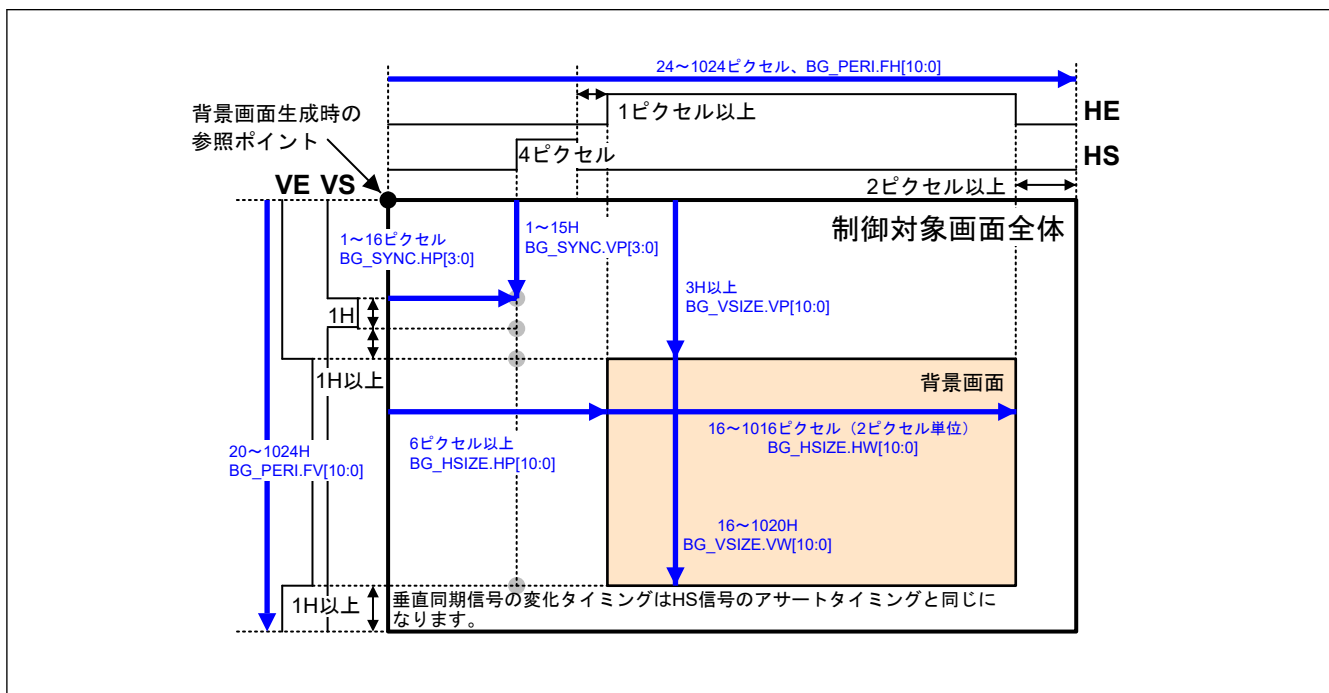
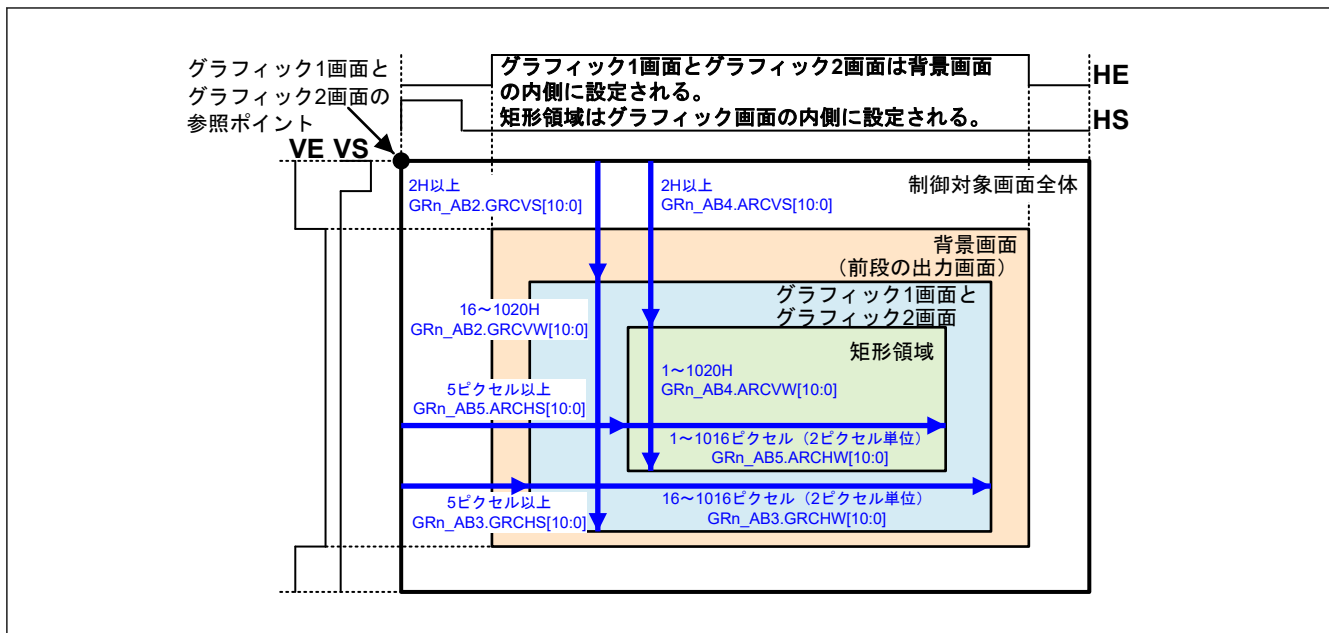

図 49.26 背景画面の定義
図 49.27 グラフィック 1 画面とグラフィック 2 画面の定義
GLCDC の動作に欠かせない各信号は背景画面生成モジュールによって生成され、グラフィック 1 モジュール、グラフィック 2 モジュール、および出力制御モジュールは、順次転送される垂直同期信号と水平同期信号 (VS と HS) および垂直方向と水平方向のピクセルイネーブル信号 (VE と HE) に基づいて動作します。背景画面の参照ポイント (フレーム開始ポイント) は出力信号では決定することができません。図に示すポイントは、レジスタ設定のためにのみ用意した仮想的なものです。グラフィック 1 モジュール、グラフィック 2 モジュール、および出力制御モジュールの参照ポイント (フレーム開始ポイント) は、前段から入力 (または出力) される垂直同期信号 (VS) がアサートされるポイントです。各モジュールは、この参照ポイントに基づく位置と幅に従って、有効ピクセル表示領域とピクセルデータ専用処理領域 (グラフィック 1 とグラフィック 2 の矩形領域) を定義します。背景画面の定義を図 49.26 に示します。グラフィック 1 とグラフィック 2 の定義を図 49.27 に示します。出力制御モジュールは、(VE と HE がどちらも 1 の場合) 前段 (グラフィック 2) から出力される有効ピクセル領域全体に対する補正を行います。(出力制御モジュールに補正対象領域を設定するためのレジスタは用意されていません。) 出力制御モジュールにある TCON ブロックは、内部垂直同期信号と内部水平同期信号 (VS と HS) に基づいて出力される制御信号を生成し、出力された信号の変化タイミングはレジスタの有効設定範囲内で自由に変更することができます。